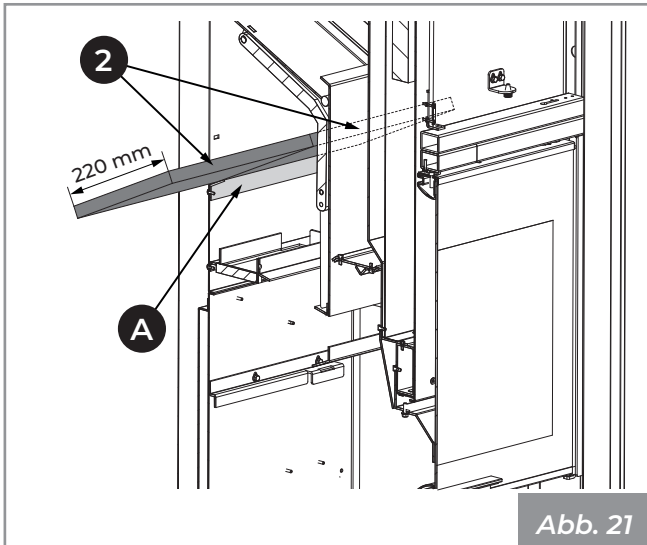

Abb. 21
- 4) Positionieren Sie die Platten (2), indem Sie sie auf die entsprechenden Halterung (A) (Abb. 21) stellen.